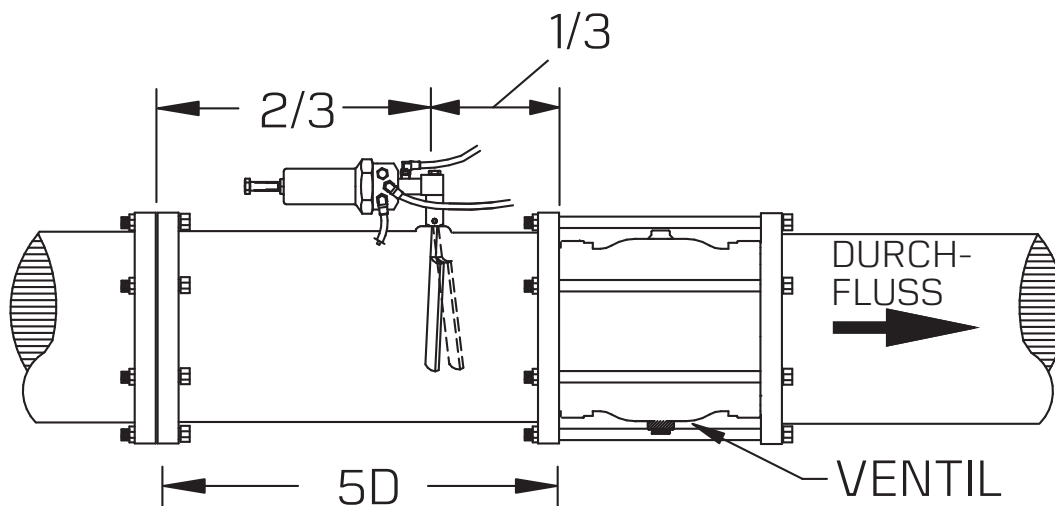

Abbildung 1. Für eine optimale Leistung ist ein Rohrabschnitt von fünf Rohrdurchmessern stromaufwärts erforderlich.
- Ein **gerades Rohrstück mit einer Länge von fünf Rohrdurchmessern** trägt dazu bei, Turbulenzen zu reduzieren und die Ventilleistung zu verbessern. Siehe Abbildung 1. Übermäßige Turbulenzen, die durch Fittings, Änderungen der Rohrgröße, Durchflussmesser und/oder Pumpen unmittelbar stromaufwärts des Ventils verursacht werden, können die Ventilleistung beeinträchtigen oder sogar das Durchfluss-Schaukel beschädigen.